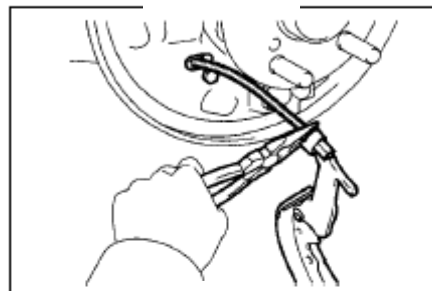

Рис. 304
(1) Подсоедините с помощью плоскогубцев кабель стояночного тормоза к удлинительной тяге(рис. 304).